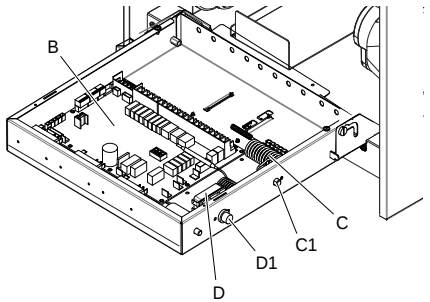

fig. 21 - vista interior del cuadro eléctrico
- B Tarjeta hidrónica electrónica (fig. 21)
- C Termostato de seguridad para acumulador de ACS resistencia eléctrica monofásica (TBH) con pulsador de rearme manual (det. C1 fig. 21)
- D Termostato de seguridad para instalación resistencia eléctrica monofásica (IBH) con pulsador de rearme manual (det. D1 fig. 21)